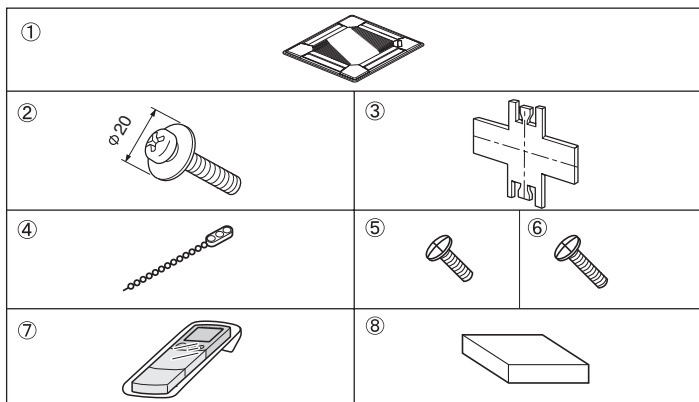

Fig. 9-1
9.1. Проверка содержимого комплекта (Fig. 9-1)